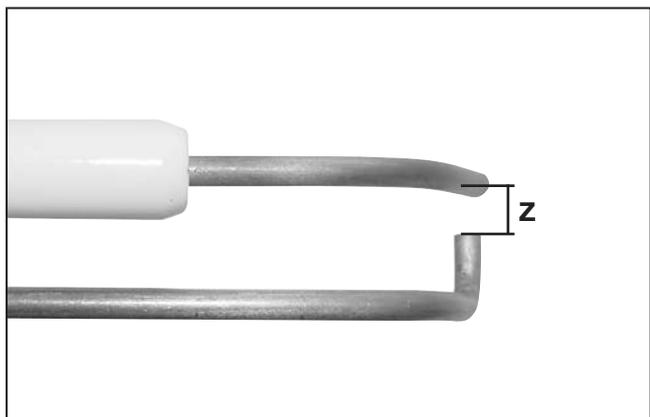

Рис. 19
**Z = от 2 до 5 мм** (см. рис. 19)